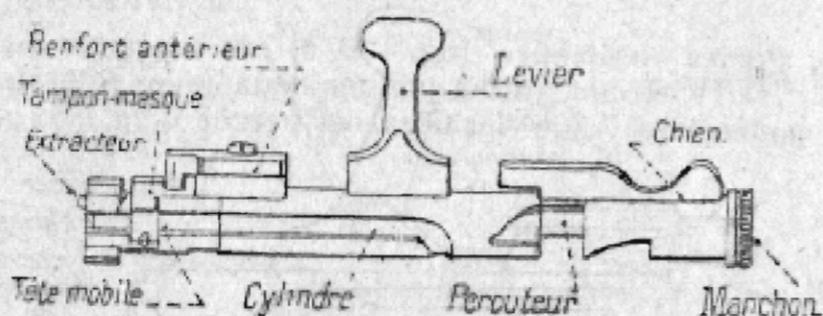

Fig. 6. — Culasse mobile.
77. La culasse mobile (fig. 6) comprend huit pièces :